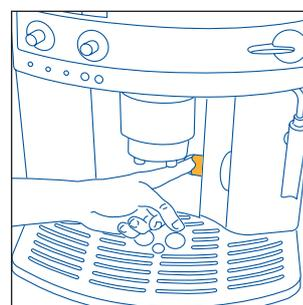
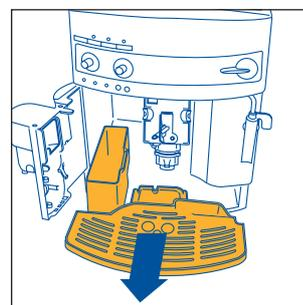

Fig. 15
Fig. 16
**MERKNAD 7:** Maskinen teller antall kopper kaffe som lages. For hver 14. enkelte kopp kaffe (eller hver 7. doble) tennes varsellampen  (og forblir tent) for å angi at beholderen for kaffegrut er full og at den må tømmes og rengjøres. Så lenge du ikke rengjør beholderen, vil varsellampen være tent og det er ikke mulig å lage kaffe. For å rengjøre beholderen, åpne den lille døren på fremsiden av maskinen ved å dra i håndtaket (fig. 15). Dermed vil den blinkende varsellampen  tennes (se avsnitt 12, punkt 9). Trekk deretter ut dråpeoppsamlings-skålen, (fig. 16) tøm den, og rengjør den deretter. Tøm og rengjør beholderen godt og pass på å fjerne alle rester som kan ha lagt seg igjen i bunnen. Tørk også opp eventuelle kondensdråper på innsiden av maskinen under dråpeoppsamlings-skålen
- Åpne den lille døren (fig. 15).
- Ta ut dråpeoppsamlings-skålen og grutbeholderen (fig. 16) og rengjør dem.